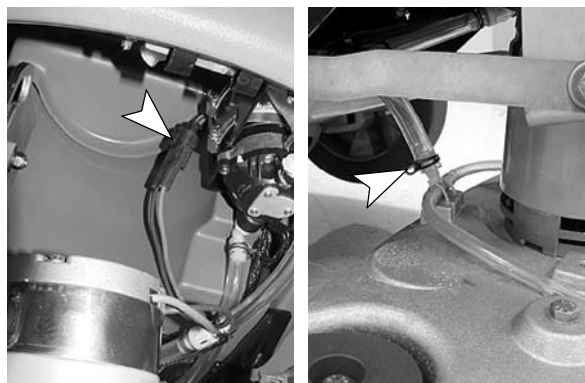

FIG. 66
2. Débranchez le connecteur de câble du moteur de brose et débranchez le tuyau d'alimentation en solution (Figure 66).